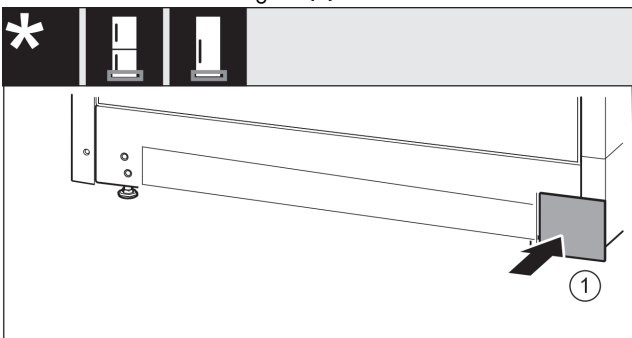

Fig. 37
- ▶ Sæt afdækningen på den anden side igen. *Fig. 37 (1)*